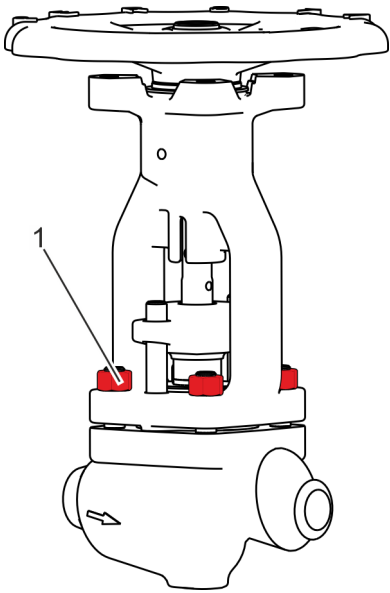

Fig. 42: Retrait des écrous du chapeau en étrier
- 13.** Desserrer et retirer les écrous (Fig. 42/1) du chapeau en étrier.